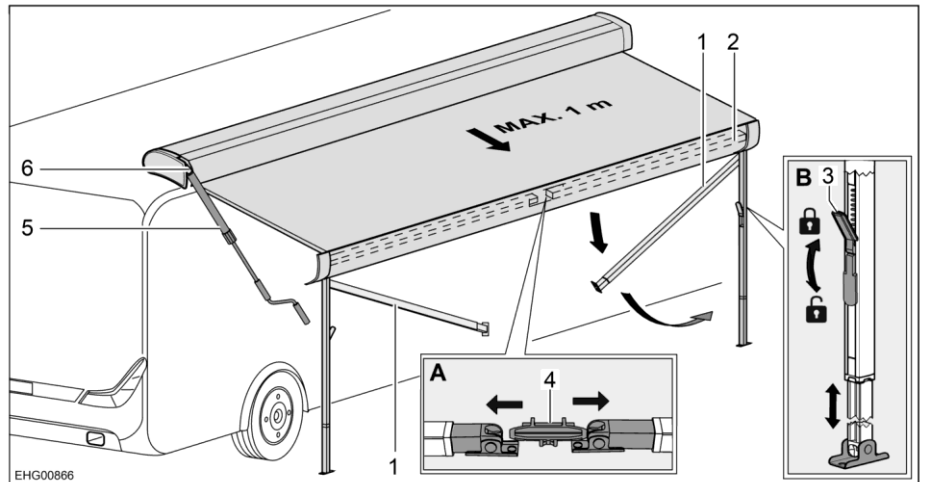

Bild 49 Stützfüße aufstellen
- Stützfüße (Bild 49,1) aus Halterung (Bild 49,4) in der Frontleiste (Bild 49,2) lösen. Dazu Stützfüße leicht nach außen drücken (Bild 49,A).
- Verriegelungen (Bild 49,3) der Stützfüße lösen. Dazu den Verriegelungshebel nach unten klappen.
- Unteren Teil der Stützfüße bis zur gewünschten Länge herausziehen (Bild 49,B).
- Verriegelungen (Bild 49,3) der Stützfüße schließen. Dazu den Verriegelungshebel nach oben klappen.
- Bei Bedarf Stützfüße (Bild 49,1) reinigen.
- Verriegelungen (Bild 49,3) an den Stützfüßen öffnen. Dazu den Verriegelungshebel nach unten umklappen.
- Kurbel (Bild 49,5) in Bajonettfassung (Bild 49,6) stecken.